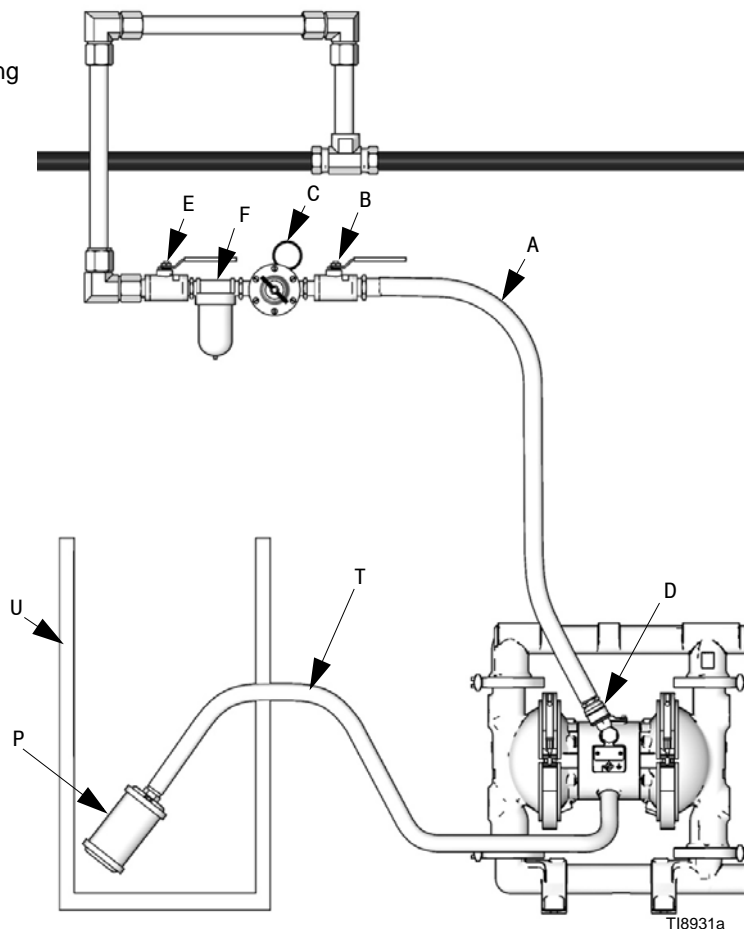

ABB. 4 Abluftführung
<p>Zur Vermeidung schwerer Verletzungen durch Explosionen oder gefährliche Flüssigkeiten:</p> <ul style="list-style-type: none"> • Darauf achten, dass das System dem jeweiligen Anlagentyp entsprechend richtig entlüftet wird. • Die Abluft von Menschen, Tieren, Lebensmitteln und allen Zündquellen wegführen. • Einen geeigneten Behälter an das Ende der Abluftleitung stellen, um Material auffangen zu können. Sollte eine Membrane reißen, tritt das gepumpte Material zusammen mit der Luft aus. Siehe ABB. 4.
1. Den Schalldämpfer (P) aus der Abluftöffnung in der Pumpe ausbauen.
2. Einen geerdeten Abluftschlauch (T) einbauen und den Schalldämpfer (P) an das andere Ende des Schlauchs anschließen. Der Abluftschlauch muss einen Innendurchmesser von mindestens 19 mm (3/4 Zoll) haben. Wenn ein Schlauch mit einer Länge über 4,50 m (15 Fuß) erforderlich ist, muss er einen größeren Durchmesser haben. Scharfe Biegungen oder Knicke im Schlauch vermeiden.
3. Einen Behälter (U) an das Ende der Luftleitung stellen, um im Fall eines Membranenrisses Material aufzufangen. Siehe ABB. 4.